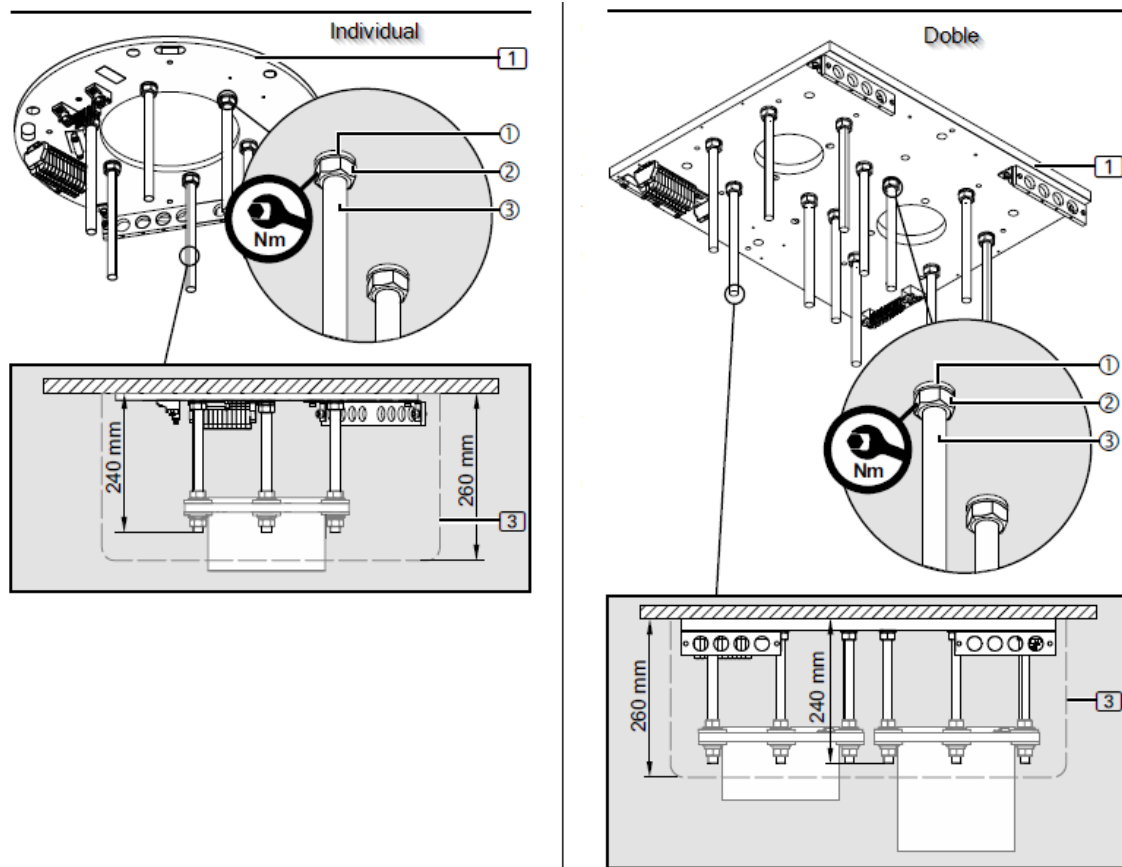

Fig. 14 Montaje de placa de interfaz sin falso techo
- El embellecedor de techo (3) se montará más tarde a ras del techo y cubre la brida del tubo del techo.
- Para el embellecedor de techo (3), que tiene una altura de 260 mm, los pernos roscados de 6/12 M16 x 330 mm (3) deben cortarse a 240mm (máximo 245 sólo para COLUMN ROTATION). Véase Fig. 14.
- Quite las rebabas ligeramente de los pernos roscados M16 x 330 mm (1) para garantizar el máximo encaje de la rosca en la placa de interfaz (1).
- Enrosque 1 tuerca hexagonal M16 (2) en cada uno en los pernos roscados M16 (3) y luego coloque 1 arandela elástica (1) en cada uno.